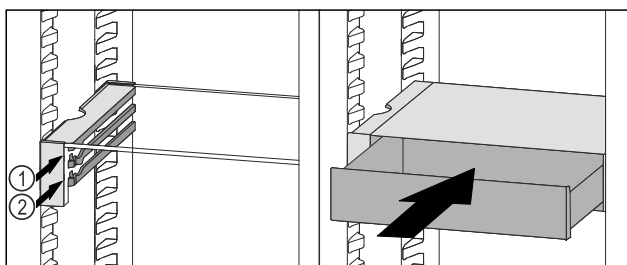

Fig. 186
- Predal VarioSafe namestite za zaustavljalnimi elementi na želeni nastavek Fig. 186 (1) ali Fig. 186 (2).